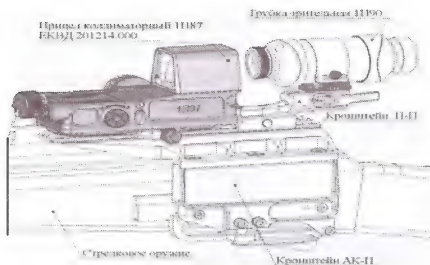

Рис.7 Прицел в комплекте с кронштейнами и трубкой зрительной
2.3.4 Прицел, входящий в комплект прицельных комплексов, может использоваться в комплекте с кронштейном П-П, кронштейном АК-П для работы с монокулярами ночными и трубками зрительными (рис.7, 8).
2.3.4.1 Использование прицела в комплекте со зрительной трубкой и кронштейном П-П, установленными на кронштейне АК-П, (рис.7): установить кронштейн АК-П на оружие, как указано в п. 2.3.3; соединить кронштейн П-П и зрительную трубку и зафиксировать; установить кронштейн П-П и зрительную трубку на кронштейн АК-П и зафиксировать; установить прицел на кронштейн АК-П и зафиксировать.